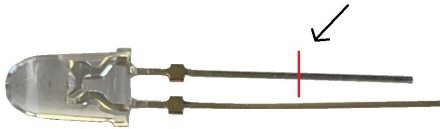

Abb. 10: Ungekürzte LED, die rote Markierung zeigt die entsprechende Stelle, an welcher die LED gekürzt werden soll.
- (11) Kürzen Sie den Pluspol der LED (Abbildung 10).